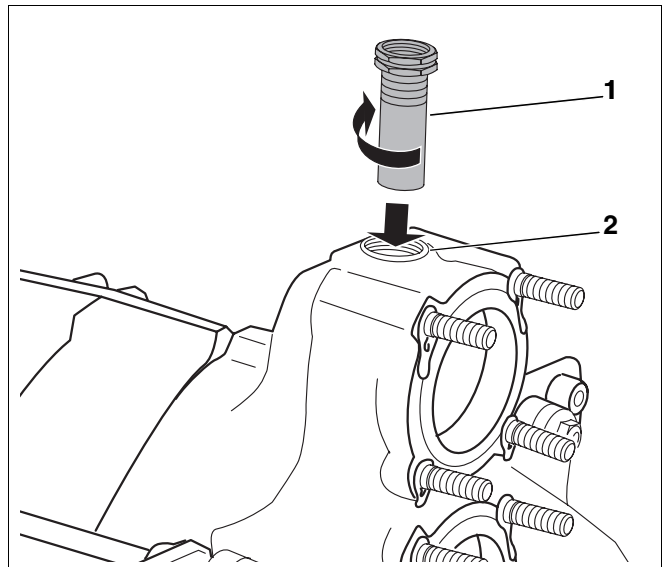

Fig. 20 Montaj – teacă de imersie
- Teaca de imersie 3/4" (lungime: 110 mm) (fig. 20, **poz. 1**) se înfiletează etanș, de sus, în orificiul filetat 3/4" al racordului de tur (fig. 20, **poz. 2**).